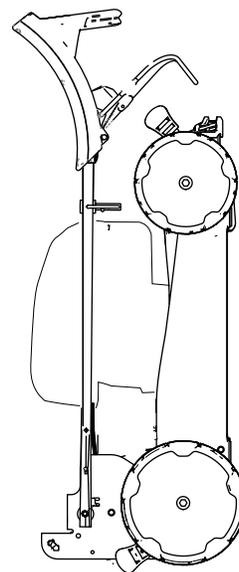

Figura 24
5. Sollevate la parte frontale della macchina utilizzando la stegola e spostatela in uno spazio per il rimessaggio (Figura 24).